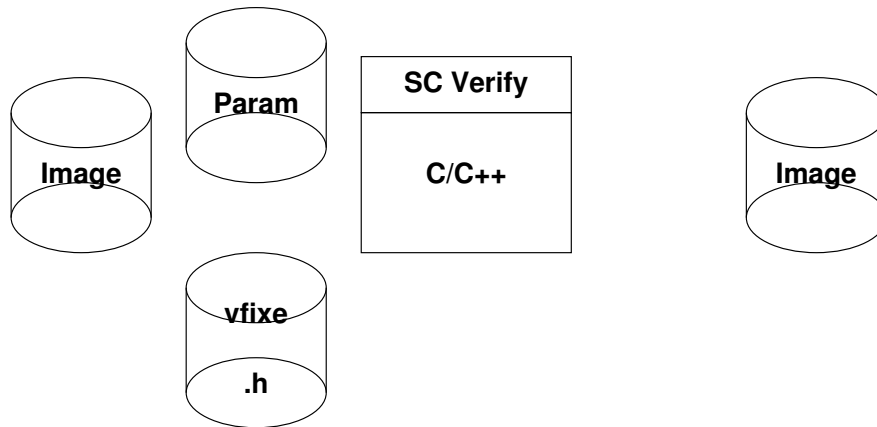

FIGURE 3 – Etape 3 : virgule fixe *pré*-HLS dans l’environnement SC-Verify
- **I**mplémentation pour la HLS, figure 3